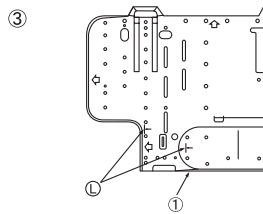

Fig. 3-7
- ③ Nel caso in cui il tubo a cartella sia incastrato in anticipo nella parete: (Fig. 3-7)